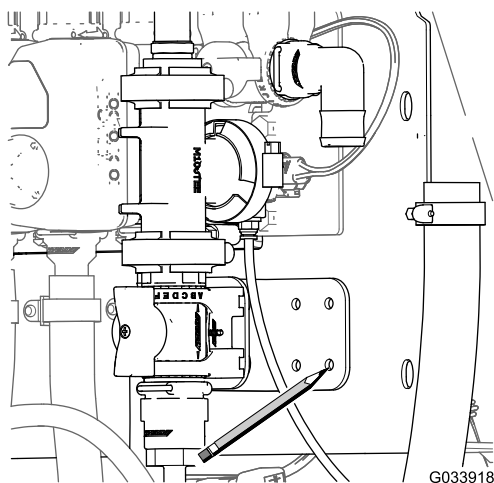

Рисунок 16
3. Используя кронштейн регулирующего клапана как шаблон, отметьте местоположение отверстий кронштейна на поверхности крепления коллектора (Рисунок 16).